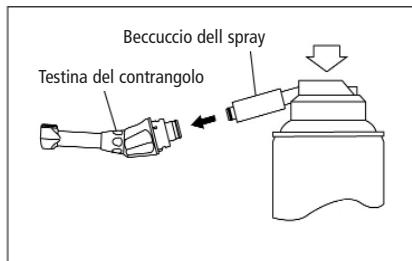

Fig. 12
(1) Lubrificazione del contrangolo
- Inserire il beccuccio dell'olio spray nella parte posteriore della testina del contrangolo e lubrificare la testina per 2-3 secondi (Fig. 12).